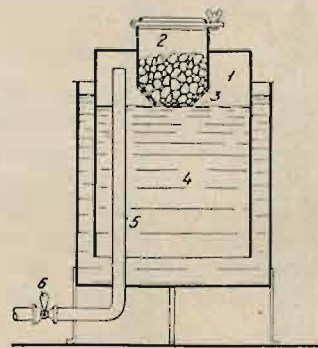

Fig. 20. Schemat wytwornicy kontaktowej.
Wytwornice kontaktowe są najprostsze w konstrukcji, jednakże obecnie są już bardzo mało używane. Schematycznie przedstawiona jest taka wytwornica na fig. 20. Komorę gazową tworzy tu ruchomy dzwon (1). Do niego przymocowany jest kosz z karbidem (2). Gdy dzwon opada, kosz się zanurza w wodzie, która przez otwory (3) kontaktuje z karbidem. Tworzący się acetylen podnosi dzwon (1), przedostaje się prze-